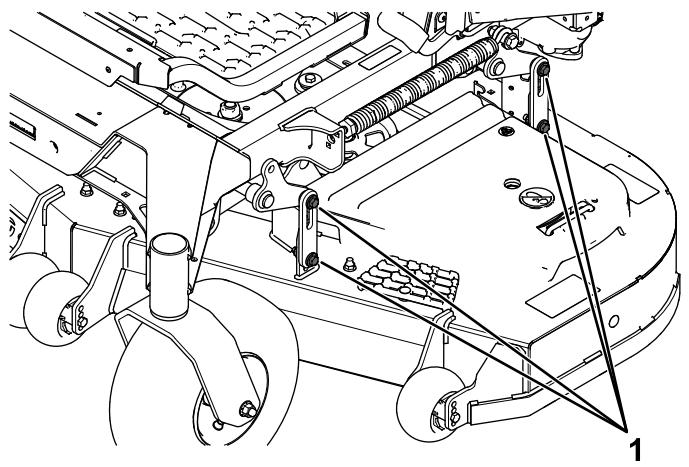

Figure 108
- 16. Desserrez les boulons (Figure 108) aux quatre coins de sorte que le tablier repose solidement sur les 4 cales.